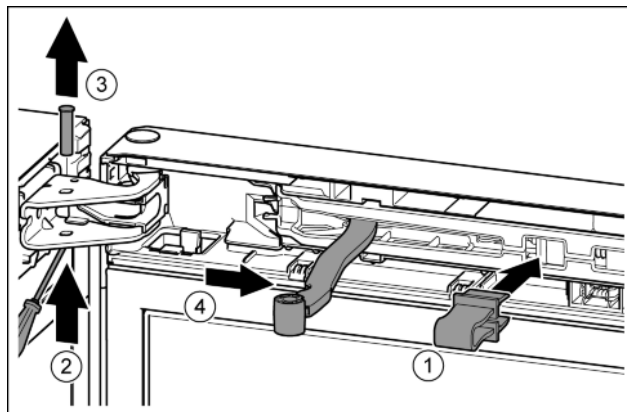

Fig. 8
- ▶ Зафиксировать предохранитель в отверстии. Fig. 8 (1)
- ▶ Выкрутить палец при помощи отвертки. Fig. 8 (2)
- ▶ Извлечь палец движением вверх. Fig. 8 (3)
- ▶ Повернуть шарнир в направлении двери. Fig. 8 (4)